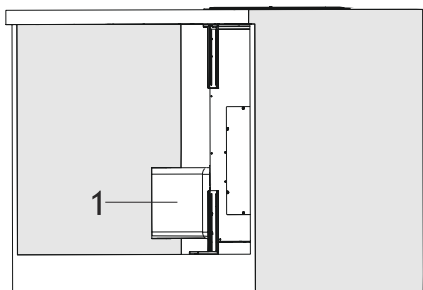

Fig. 20
13. ► Montera nu den rektangulära stosen med 4x3,5x6,5 skruvar på fläkten (Fig. 20).